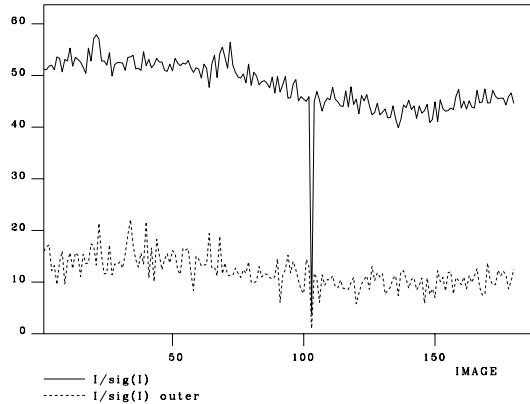

Figure 2: SUMMARY の表示例 (I/sig(I))
Refined detector parameters の中の Rsym v image や I/sig(I) overall and output v image、Post refinement の中の Mosaic spread v image 等、一連のグラフを見て、妙な挙動をするイメージがあれば、そのイメージのみを再度手動でパラメタの精密化や積分を行う。例えば図 2 の例では 103 枚目のイメージで I/sig(I)